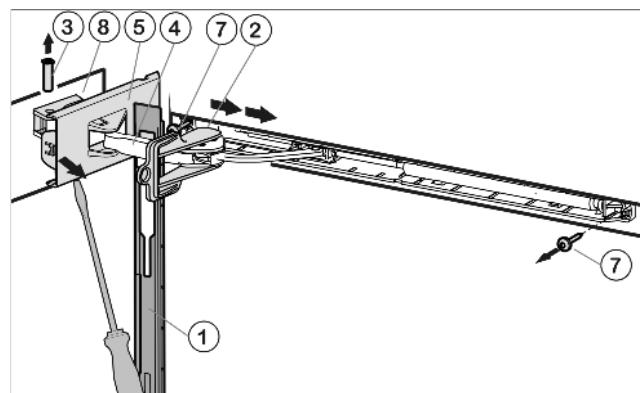

Fig. 5
- Blende über den Dämpferbügel Fig. 5 (4) in Richtung Gerät nach vorne schieben.
- Sicherung Fig. 5 (2) in Langloch einrasten.
- Scharnierseitige Abdeckung Fig. 5 (5) mit Hilfe eines Schraubendrehers bis zur ersten Verrastung lösen.
- Bolzen Fig. 5 (3) von unten rausdrücken.
- Dämpferbügel Fig. 5 (4) Richtung Tür drücken.
- Scharnierseitige Abdeckung Fig. 5 (5) komplett lösen und abnehmen.
- Blende Fig. 5 (1) abnehmen.
- Schließdämpfereinheit abschrauben (2 mal Torx® 15) Fig. 5 (7).
- Lagerteil Fig. 5 (8) abschrauben und um 180° gedreht auf die Gegenseite umsetzen. Schraubenlöcher evtl. vorstechen oder Akkuschrauber verwenden.